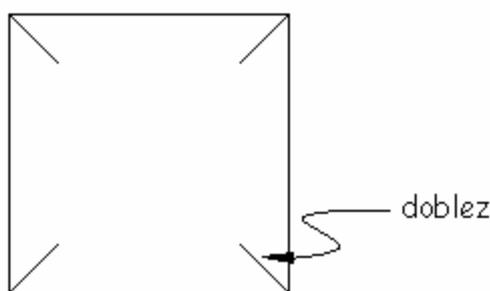

Figura 1
- 2.1 Pesa el recipiente en el que se va a poner la sustancia; a esta operación se le llama "tarar". Para líquidos, se pueden utilizar los vasos de precipitados; para pequeñas cantidades de sólidos, se puede utilizar un cuadrado de papel de aproximadamente 3 cm x 3 cm, doblado en las esquinas (Figura 1).